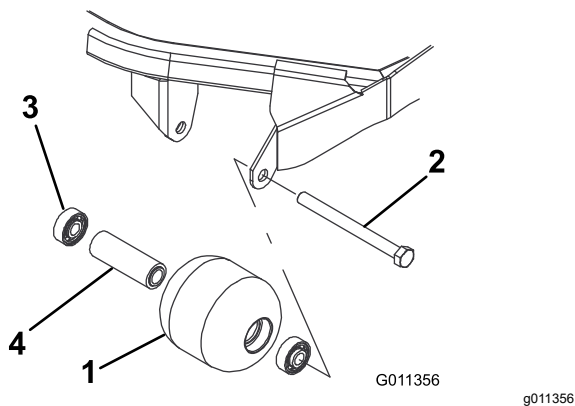

Figure 74
1. Retirez le boulon de fixation du galet (Figure 74).
4. Vérifiez l'état du logement de roulements, des roulements et de la douille d'écartement (Figure 74) Remplacez les composants endommagés et procédez au remontage.
1. Enfoncez le premier roulement dans le logement à la presse (Figure 74). Exercez la pression uniquement sur la bague extérieure ou uniformément sur les bagues intérieure et extérieure.
2. Insérez l'entretoise (Figure 74).
3. Enfoncez le second roulement dans le logement (Figure 74) en exerçant une pression uniforme sur les bagues intérieure et extérieure jusqu'à ce que la bague intérieure rencontre la douille d'écartement.